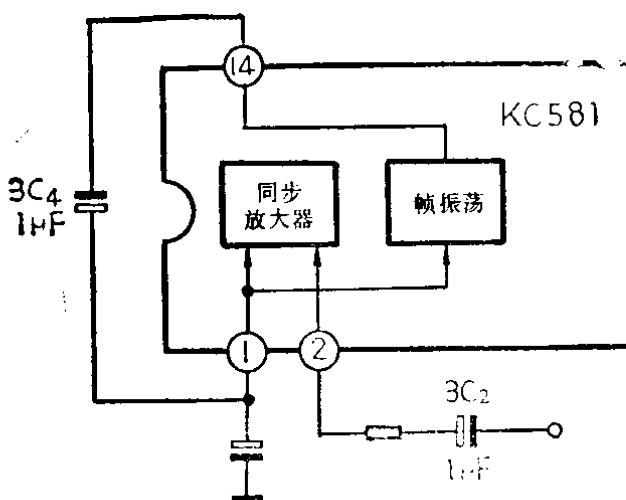

图1-2-5 定时电容损坏后的应急修理
例12 上海电视机一厂生产的金星B31—2型集成电路电视机，图象向下翻滚，无论怎样调节帧频电位器，图象总不能稳定下来。经检查发现场振荡电路定时电容 $3C_4$ ($1\mu F$)（见图1-2-5，即KC581集成电路①脚与⑭脚之间